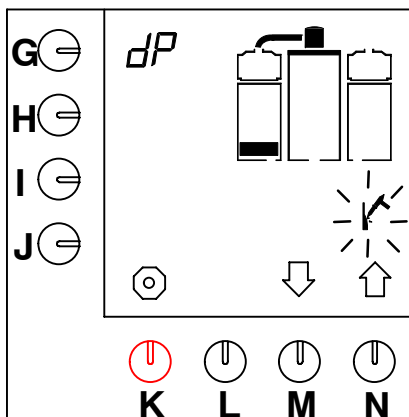

Abb. 17 Erstes Niveau des Entkalkungsprogramms für das Kaffeebrühsystem
- Der erste Niveaublock erscheint im Display und das Hammersymbol blinkt (Abb. 17).